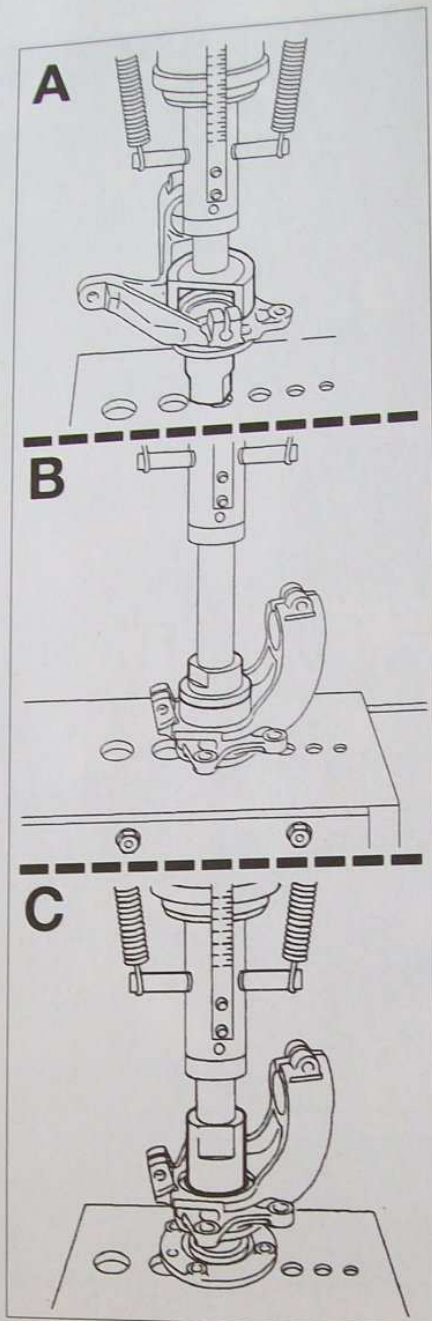

FIG. 8
- À la presse et à l'aide d'un mandrin de diamètre approprié, extraire le roulement du pivot (A) (Fig. 8).
- Par le côté intérieur, mettre en place le roulement neuf, à la presse et avec un mandrin de diamètre approprié, en prenant appui sur sa bague extérieure, légèrement lubrifiée, dans le pivot jusqu'en butée (B).
- À la presse et avec un mandrin de diamètre approprié prenant appui sur la bague intérieure du roulement, engager le pivot sur le moyeu jusqu'en butée (C) (Fig. 8).